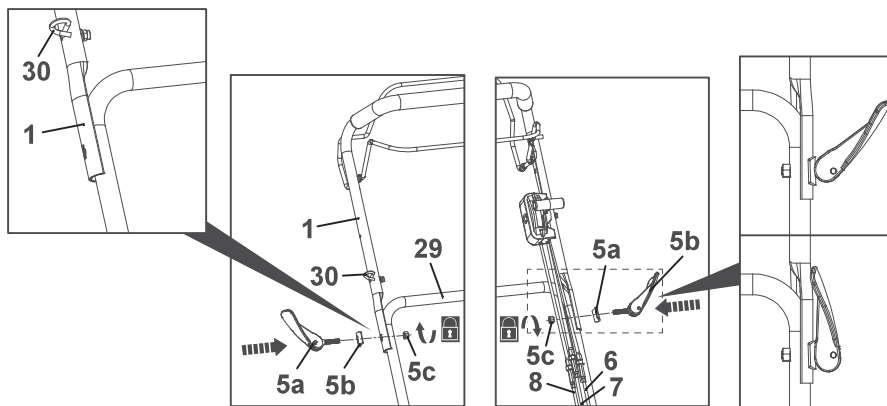
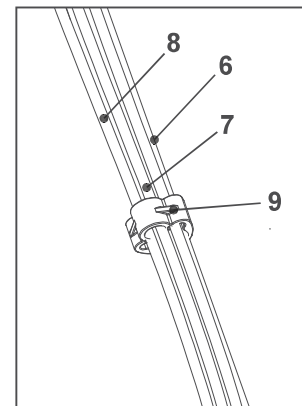

Fig. 2
Fig. 3
1. Segure no guiador superior (1) com a alavanca do travão (2) virada para cima. Alinhe os orifícios de montagem do guiador superior (1) e o guiador inferior (29).
2. Passe a alavanca de aperto (5a) com a anilha (5b) através dos orifícios de montagem e da ligação da porca (5c) (Fig. 2, passo 1).
3. Fixe dobrando a alavanca de aperto (5a) na direção da pega. Se não for possível dobrar a alavanca de aperto (5a), desaperte-a e dobre-a novamente. Se estiver demasiado solta, aperte-a rodando a alavanca de aperto (5a) (Fig. 2, passo 2).
4. Certifique-se de que o gancho pré-montado da pega do arrancador de recuo (31) está apoiado no lado direito (quando visto a partir da posição do operador).
5. Faça-o novamente do outro lado. Certifique-se de que o cabo do travão (6), o cabo de autopropulsão (7) e o cabo de velocidade (8) passam pelo guiador superior (1) (Fig. 3).